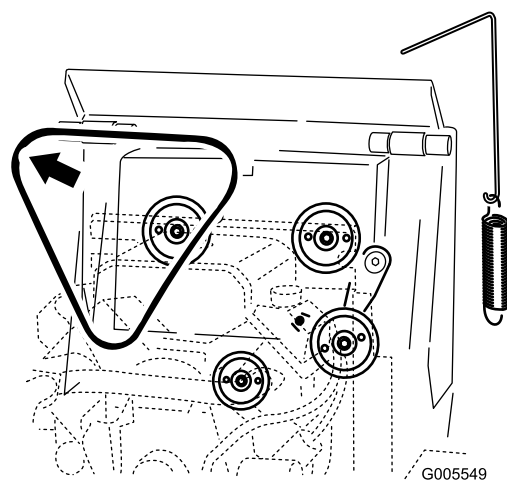

Figura 52
5. Retire la correa de las tres poleas (Figura 52).